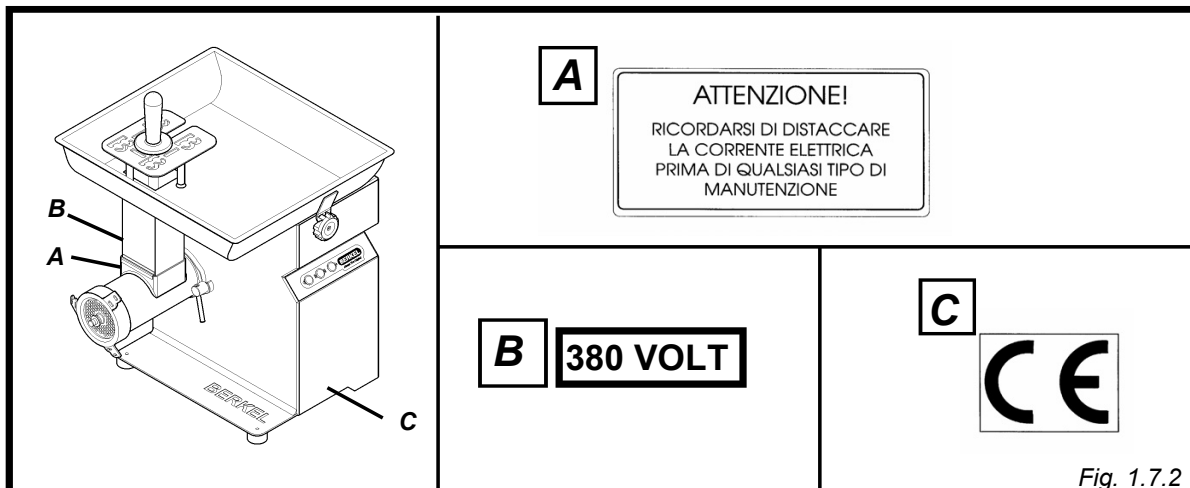

Fig. 1.7.2
1.7 Placas de advertencias y de peligro (fig. 1.7.2)